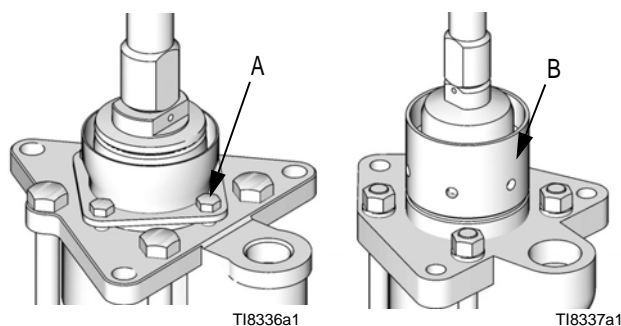

図 2
ステンレス鋼モデルでは、パッキン固定ネジ (A) の締め具合を毎週確認してください。ネジは、漏れを止める程度に締め、あまり固く締めすぎないようにしてください。パッキン固定ネジを調整する前に、圧力の開放を常に行ってください。参照図 2。カーボン・スチールモデルでは、接液カップレンチを使って、接液カップ (B) を締めます。